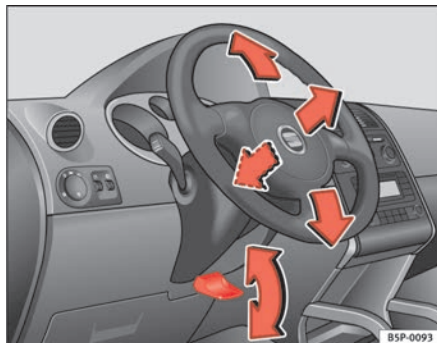

Fig. 134 Ajuste de la posición del volante
- Tire hacia abajo de la palanca ⇒ fig. 134 situada debajo de la columna de dirección ⇒ ⚠.